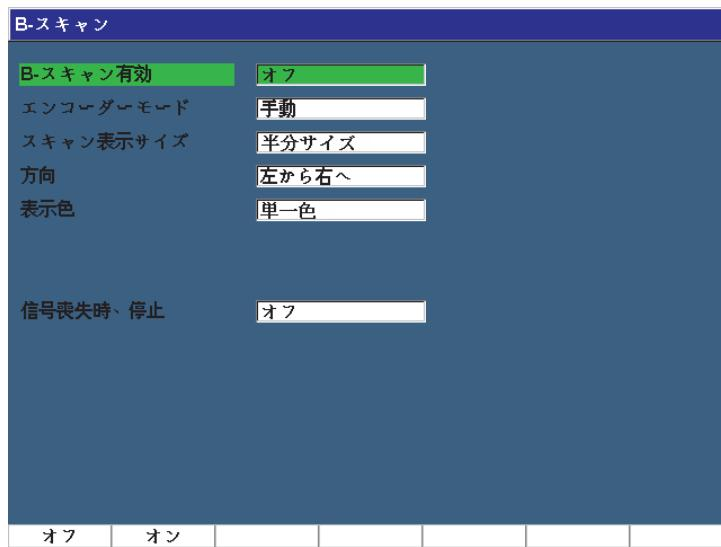

図 11-45 B- スキャン設定ページ
3. **B-スキャン**設定ページでは、各欄の値を設定します(305 ページの図 11-45 参照)。